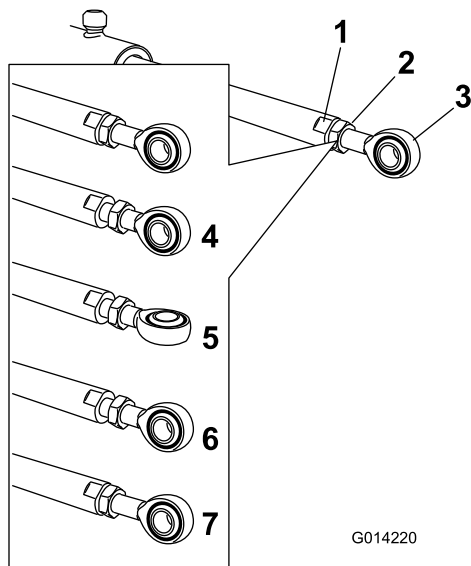

图 64
5. 在提升器杆的平整侧用扳手进行固定然后松开锁紧螺母使孔眼杆可以调整 图 64。
6. 转动提升器杆上的孔眼杆将延伸的提升器缩短或延长至所需的位置 图 64。